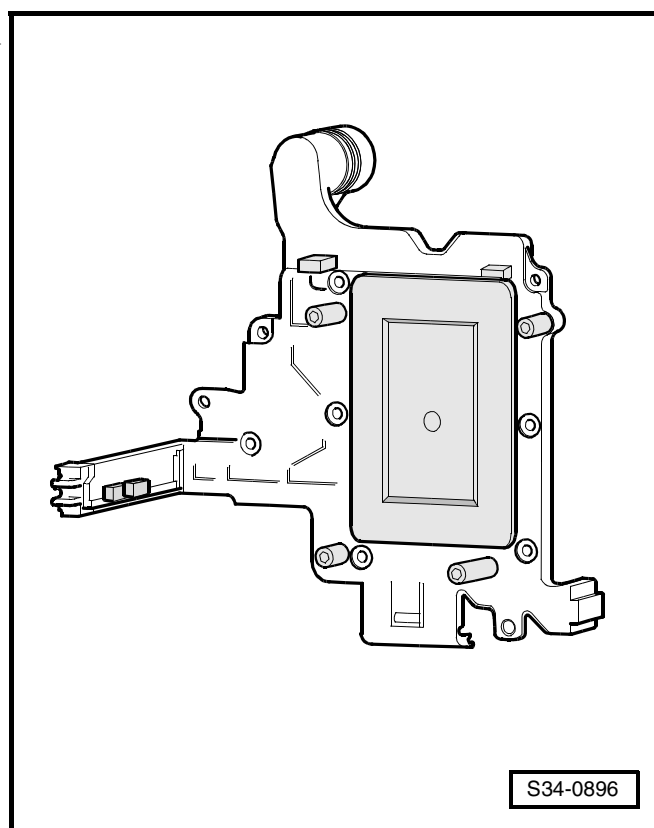

Рис. 2: Датчик частоты вращения на входном валу коробки передач -G182- и датчик температуры масла в многодисковом сцеплении - G509-
- ❑ место сборки ⇒ Рис. 2 в **34-1** страница 3